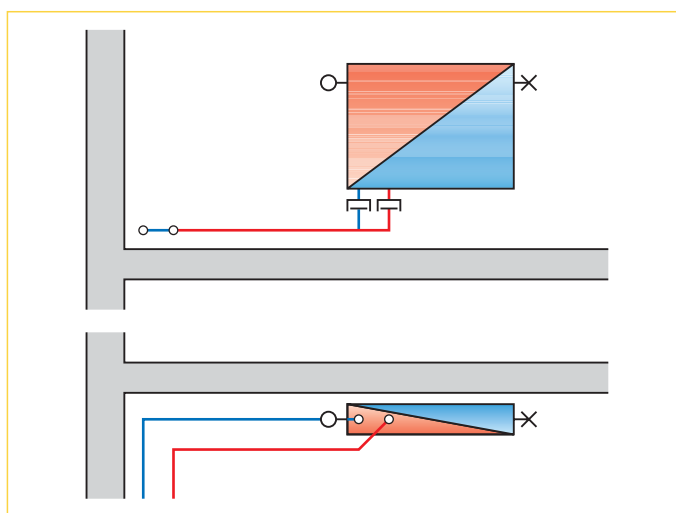

Bild 2: Heizkörperanschluss
3.4 Zeichnen Sie auf einem separaten Blatt die Vor- und Rücklaufleitung in isometrischer Darstellung (Bild 2).
3.5 Die Anbindung eines Heizkörpers erfolgt aus Cu 15 x 1 (Bild 2).